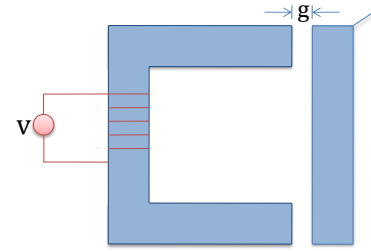

Figura 3: Circuito Magnético
- b) En el circuito magnético de la figura 3, el núcleo tiene permeabilidad magnética infinita, todos sus tramos tienen la misma sección transversal  $A$  y los entrehierros tienen todos la misma dimensión  $g$ .